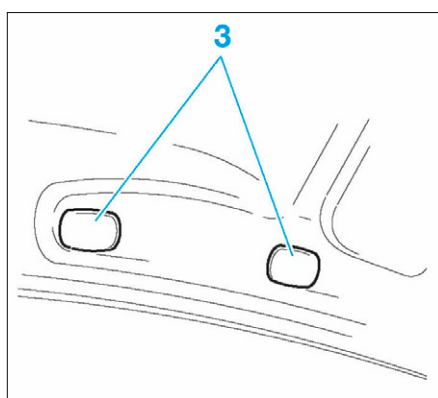

FIG. 71
- Déposer les caches (3) (Fig.71).